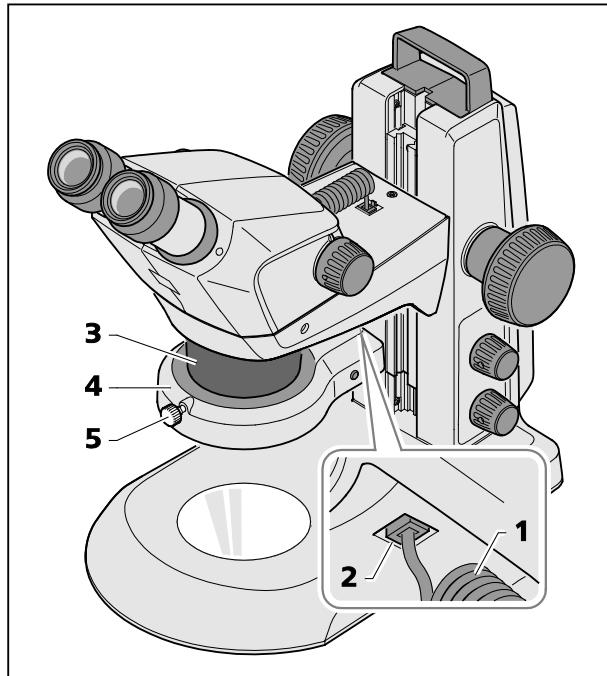
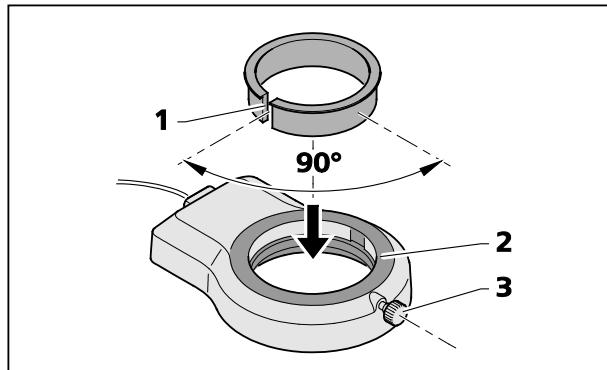

Fig. 13 Montage de l'éclairage annulaire sur le corps de microscope
Fig. 14 Montage de l'éclairage annulaire sur la lentille additionnelle 3
- Enfichez le câble de raccordement (Fig. 13/1) de l'éclairage annulaire (Fig. 13/4) dans la prise inférieure (Fig. 13/2) du le support de microscope et dans la prise de l'éclairage annulaire.
- Appliquez l'éclairage annulaire sur le corps de microscope (Fig. 13/3) en le faisant coulisser par le bas, puis immobilisez-le avec la vis moletée (Fig. 13/5).
Posez la bague d'adaptation fendue livrée avec la lentille additionnelle (Fig. 14/1) sur le haut de l'éclairage annulaire (Fig. 14/2).
Soulevez l'éclairage annulaire portant la bague d'adaptation vers la lentille additionnelle et fixez l'ensemble avec la vis de serrage (Fig. 14/3) (comme sur Fig. 13).
Le meilleur serrage est obtenu lorsque la fente (Fig. 14/1) de la bague d'adaptation fait un angle d'environ 90° avec la vis de serrage (Fig. 14/3) de l'éclairage annulaire.